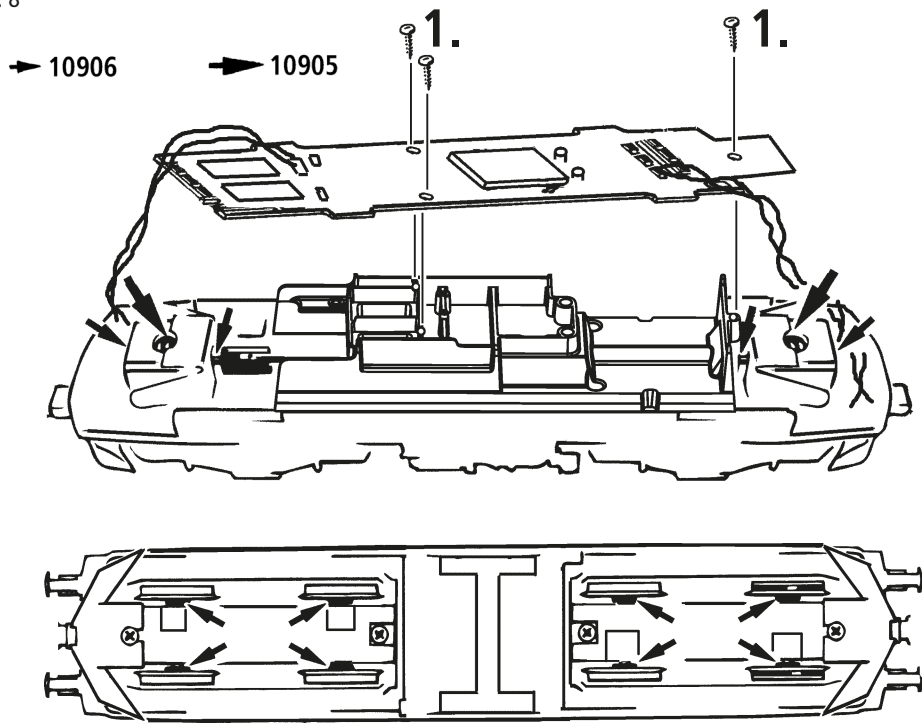

Fig. 9
Ausführung für Wechselstrom: siehe Fig. 9
A.C. operation: see fig. 9
2. Graissage: N'appliquez **qu'une toute petite goutte** aux endroits indiqués par le plan de graissage (fig. 9) après avoir démonté la caisse de la locomotive (fig. 4). Nous vous recommandons **le graisseur à huile Roco réf. 10906**. Pour graisser les engrenages (roues dentées, vis sans fin) nous vous conseillons la **graisse spéciale Roco réf. 10905** pour engrenages en matières synthétiques. Lorsque vous utilisez cette graisse il faut éviter d'huiler ces composants.